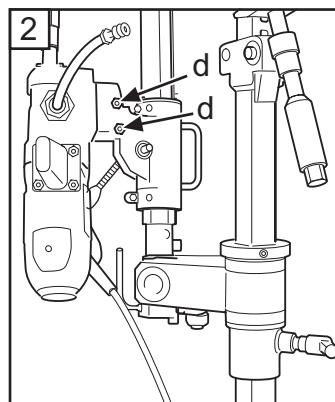

Fig. 13
3. Installare la foratrice nell'attacco rapido sull'alloggiamento alimentatore e serrare i dadi di bloccaggio conici (d) (fig. 13) con la chiave da 24 mm.
3. Die Bohrmaschine in die Schnellkupplung am Bohrwagen montieren und die konischen Sicherungsschrauben (d) anziehen, dazu den 24-mm-Schraubenschlüssel benutzen (Abb. 13).
3. Monter la foreuse dans la fixation rapide sur le carter d'alimentation et serrer les contre-écrous coniques (d) (Fig. 13) à l'aide d'une clé de 24 mm.
3. Monter de boormachine in de snelbevestiging, zet de conische borgmoeren vast met een 24 mm sleutel (d) (Fig. 13).